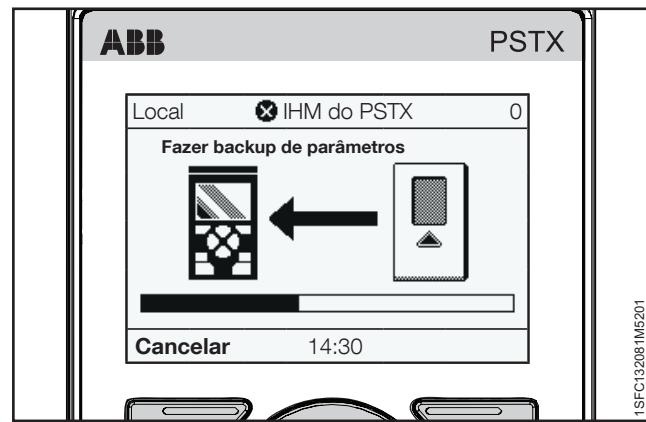

Figura 6.25
3. O download dos parâmetros será exibido como na **Figura 6.25**. O nome do arquivo de backup será exibido como dia, mês e ano em que foi criado.